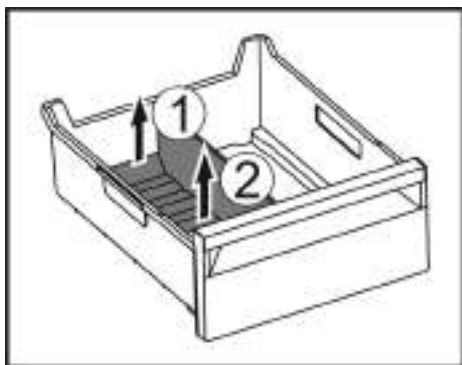

Fig. 146
- Dvignite zadnji del pregrade predala za led. Fig. 146 (1)
- Pregrado predala za led odstranite navzgor. Fig. 146 (2)